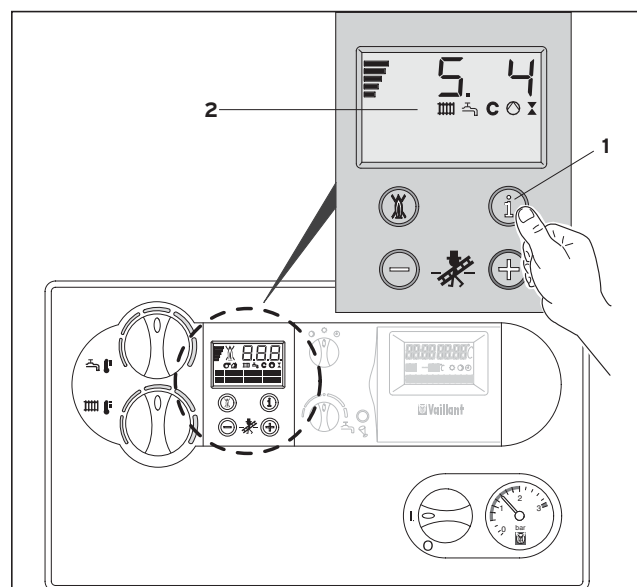

Рис. 3.9 Индикация состояния
3.5 Режим индикации состояния аппарата (рис. 3.9) (для специалистов выполняющих техническое и сервисное обслуживание)
- Режим индикации состояния включается нажатием клавиши "i" (1).